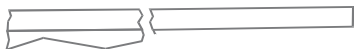

Figura 1: Diagrama de instalación de lámpara en gunita
1. **Instale la manga:** Ubique la posición vertical en la piscina o el spa donde se instalará la lámpara. La parte superior del lente de la lámpara debe encontrarse como mínimo a 10,2 cm (4") debajo del nivel de agua normal. Consulte la Figura 1 de la página 7 para ver los requisitos exactos de profundidad.
6. Instale el conducto. Vea la Figura 1 de la página 7.
2. En el transformador de 12 VAC o la caja de conexiones, corte todo el cable sobrante. Deje al menos 15,2 cm (6") de cable en la caja de conexiones o en el transformador para facilitar la instalación de la lámpara y la inspección del nicho. Corte el cable sobrante. Vea la Figura 1 de la página 7.
3. Pele el extremo del cable exterior para descubrir los dos (2) conductores aislados. Pele los dos conductores. Procure no dañar el conductor de cobre.
4. Conecte los dos (2) conductores a los cables de circuito correspondientes en la caja de conexiones (cable negro a alimentación, cable blanco a común). Fije la cubierta de la caja de conexiones.